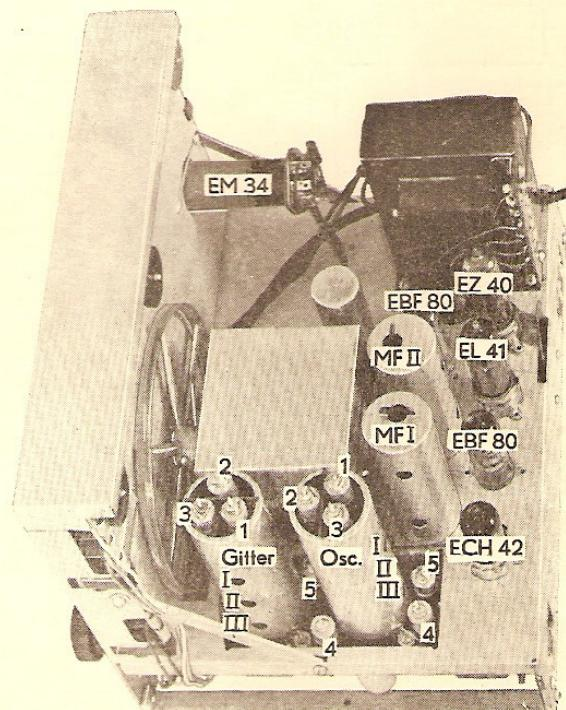

Fig. 1.
**Mellomfrekvensfilterne og dempekretsen.** Filterne MF I og MF II (se fig. 1) kan trimmes etter at apparatets bakvegg er fjernet. Dempekretsen sitter under sjassiet på spolesatsplaten (se fig. 2) og kan trimmes gjennom bunnluken i kassen. Signalgeneratoren stilles inn på nøyaktig 470 kc/s (455 kc/s \*) med 30 % modulasjonsgrad og koples over en kondensator på ca. 50 000 pF til gitteret på blanderøret (ECH42). MF-filterne trimmes i selektivitetsstilling 1 eller 2, hvor kurven er skarpest, til maksimum utslag på instrumentet. I stilling 3 = 4 økes båndbredden noe, og stilling L gir spesielt bredt bånd. Under trimmingen bør samtidig kurvens symmetri kontrolleres i disse stillinger.
**Oscillatorkretser og gitterkretser.** Disse er forbundet i bølgeområdene I-II og III i bokser på oversiden av sjassiet (se fig. 1), mens områdene IV og V har kretsene placert under spolesatsplaten (se fig. 2). Oscillatorkretssene for alle bølgeområder og gitterkretssene for områdene IV og V er tilgjengelige når sjassiet sitter i kassen. Gitterkretssene for områdene I-II og III kan derimot vanskelig nås uten at sjassiet tas ut.